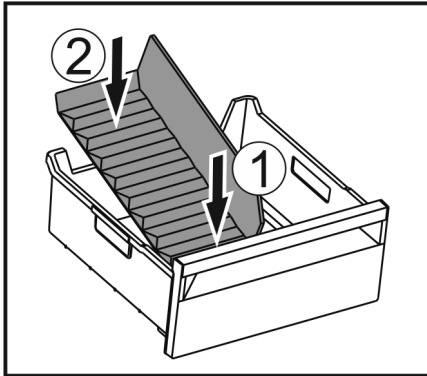

Fig. 154
- ▶ Colocar la parte delantera del separador para congelador. *Fig. 154 (1)*
- ▶ Bajar la parte posterior del separador para congelador hasta la base del cajón. *Fig. 154 (2)*